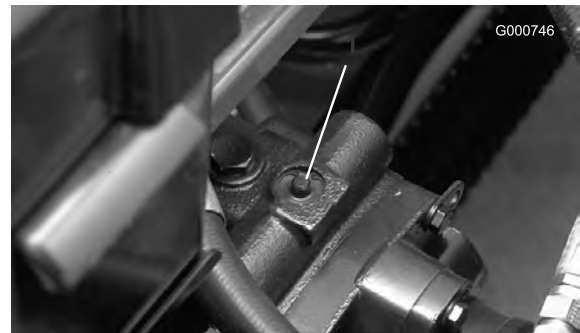

Figura 38
1. La válvula de desvío está situada encima de la bomba de desplazamiento variable (Figura 38). Gire la válvula 90° en cualquier sentido para abrirla y dejar pasar el aceite internamente. Puesto que el aceite se desvía, la máquina puede ser movida lentamente sin dañar la transmisión.